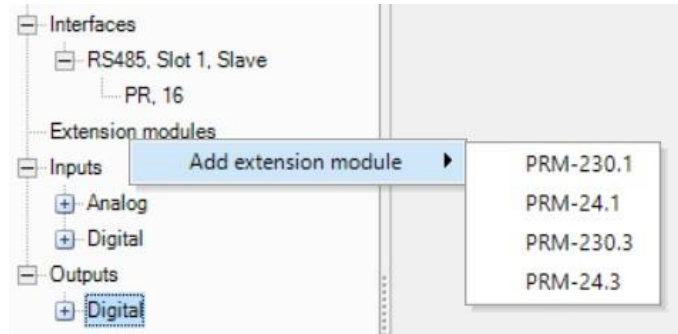

Fig. 4.1
- add PRM module using the context menu (Fig. 4.1)